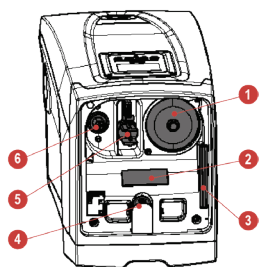

Figura 3
- All'interîn interiorul localului tehnic aveți acces la (vezi Figura 3):